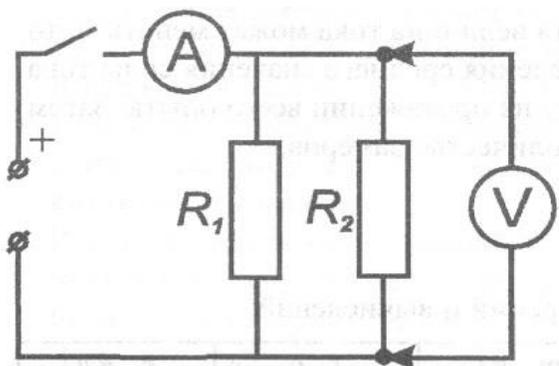

Рис. 2
2. Нарисуйте в тетради схему электрической цепи (рис. 2).